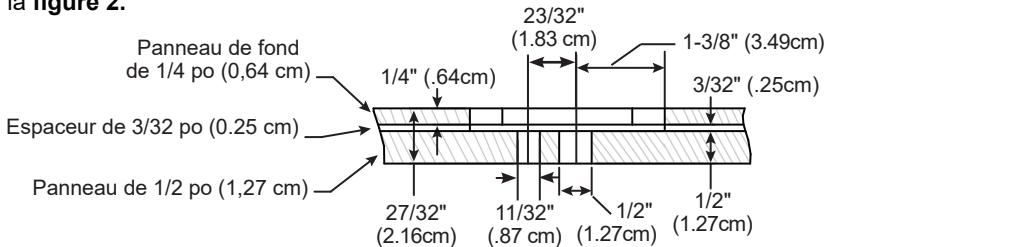

Figure 2
8. À l'aide d'une toupie, d'un guide de ligne droite et d'une fraise de 1 po (2,54 cm), fraisez un panneau de fond de 1/4 po (0,64 cm) et un espaceur de 3/32 po (0,25 cm) pour créer deux trous de dégagement pour les trous de montage de la poignée définis aux étapes 1 à 7.6. Veuillez voir les **figures 2 et 3**.
9. À l'aide de colle à bois, collez le panneau de fond de 1/4 po (0,64 cm) et l'espaceur de 3/32 po (0,25 cm) sur l'arrière du panneau personnalisé extérieur. Les trous doivent dégager les trous de montage de la poignée. La coupe transversale doit ressembler à la **figure 2**.